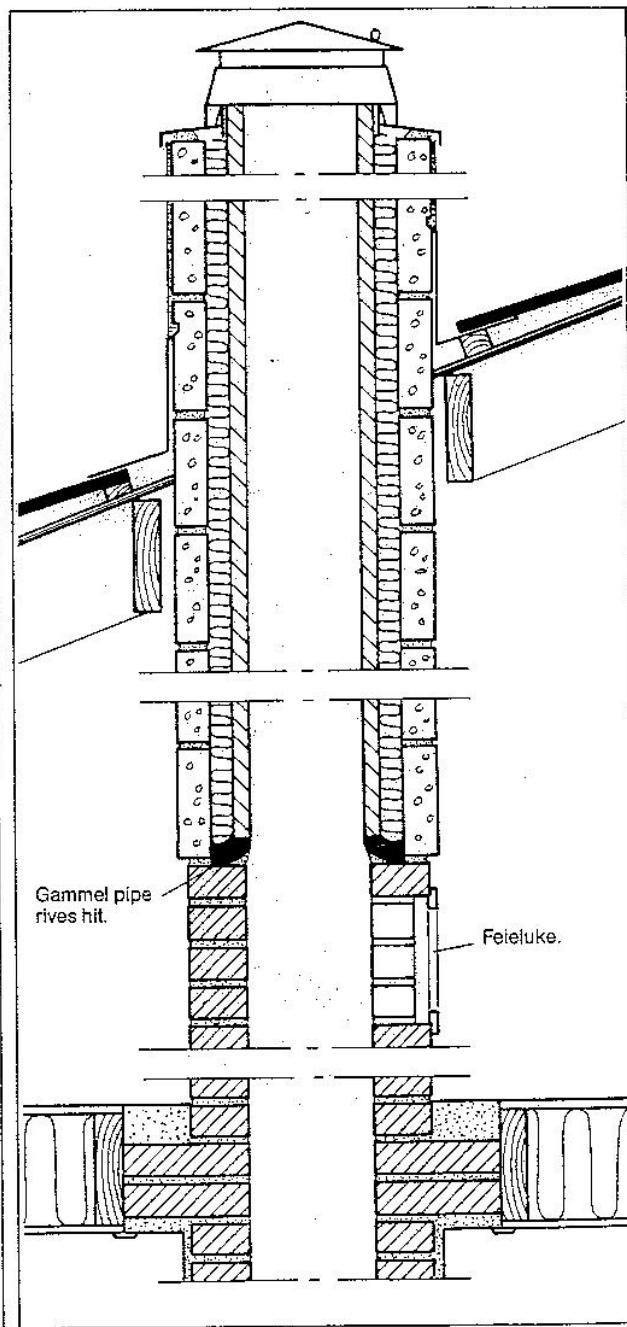

Fig. 27 LECA pipe som isolert konstruksjon fra feieluke på loft.
- Reparasjonsmåten med bæreplate, utvendige mål 330x330 mm, er godkjent kun for 9"x9" røykløp. Likeledes forlanges det feieluke på loft. Denne skal sitte i tegldelen på pipa, se fig. 27.